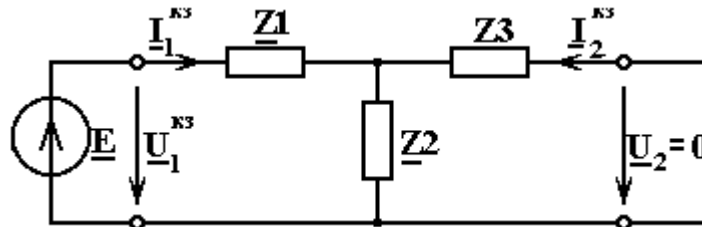

Рис. 5.14
3.1. Расчётная схема четырехполюсника (рис.5.14)